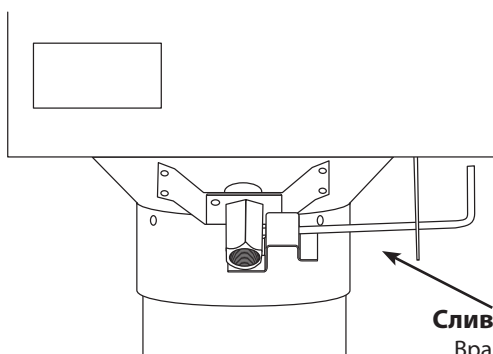

Рисунок 2
4. Убедитесь, что сливной кран закрыт. (См. рисунок 2).